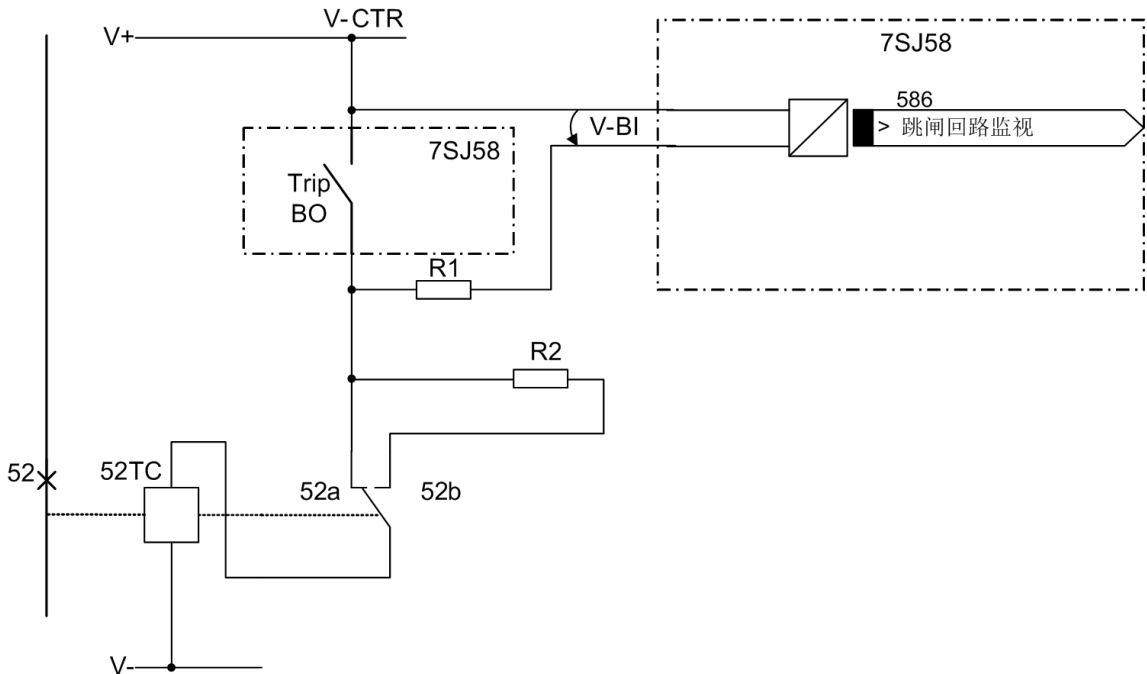

图 2-6 单开入量跳闸回路监视接线图
- 当使用断路器防跳功能时，可用开入量来监视合闸或跳闸回路，见图 2-6。